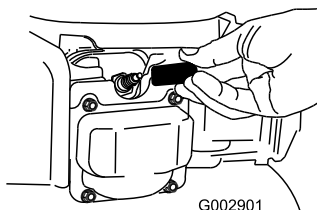

Figure 30
2. Débranchez la bougie (Figure 30) avant de procéder à un quelconque entretien.